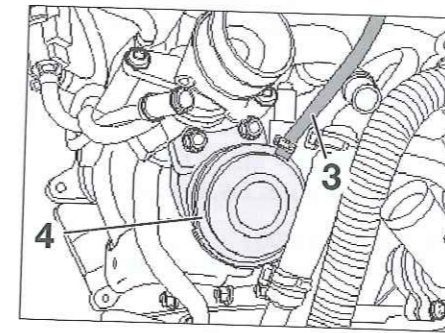

Fig. 59
- Desmontar el flexible (3) de la cápsula de depresión (4) (Fig.59).